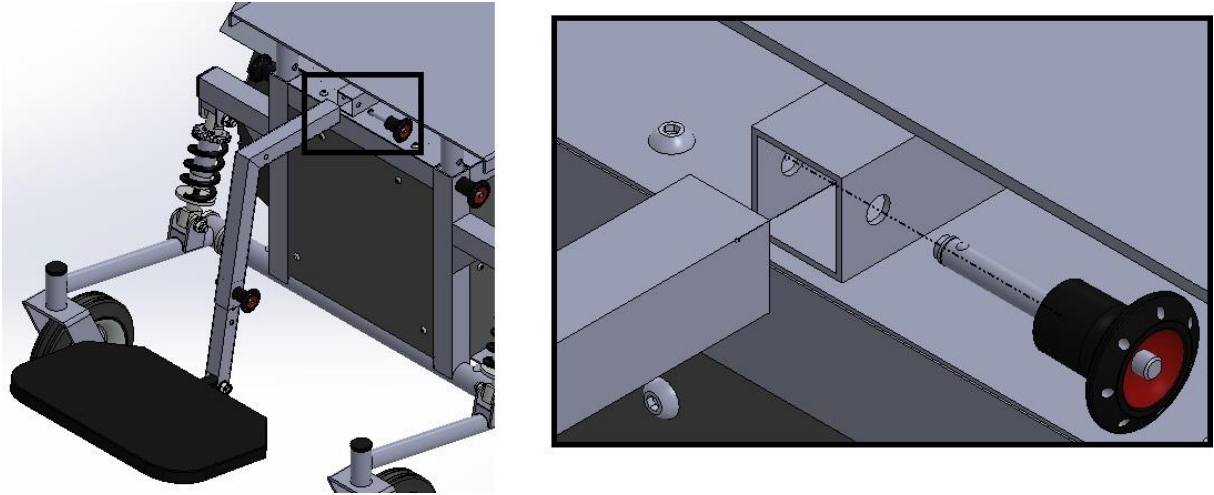

Figura PC-18. Muntatge amb detall del reposapeus
8. Per acabar es realitza el muntatge del reposapeus (figura PC-18). Primer s'insereix a la guia que disposa l'estructura superior del conjunt (plànol 106.00.00 i 106.05.00). A continuació s'alineen els forats de què disposen les dues peces, i finalment es fixen mitjançant un passador mòbil del tipus usat en l'apartat 6.